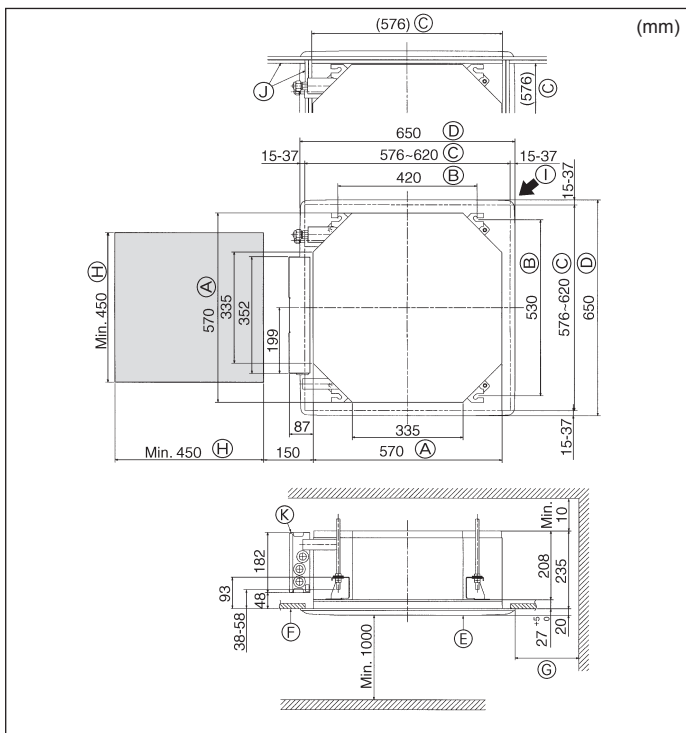

Fig. 2-2
2.2. Plafondopeningen en posities voor installatie van de ophangbouten (Fig. 2-2)